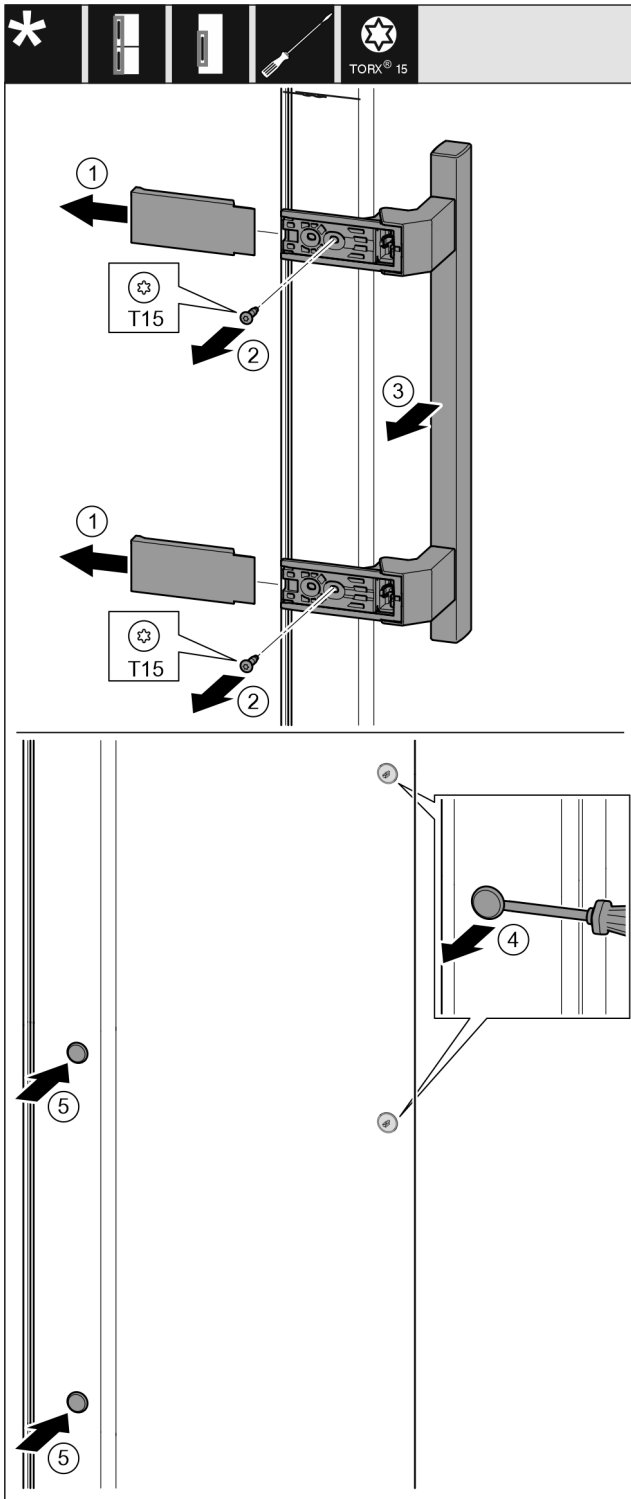

Fig. 20
- ▶ Húzza le a fedelet. Fig. 20 (1)
- ▶ Csavarja ki a csavarokat a T15 csavarhúzóval. Fig. 20 (2)
- ▶ Vegye le a fogantyút. Fig. 20 (3)
- ▶ Óvatosan emelje meg az oldalsó dugókat lapos csavarhúzóval, és húzza ki őket. Fig. 20 (4)
- ▶ Tegye vissza a dugókat a másik oldalra. Fig. 20 (5)